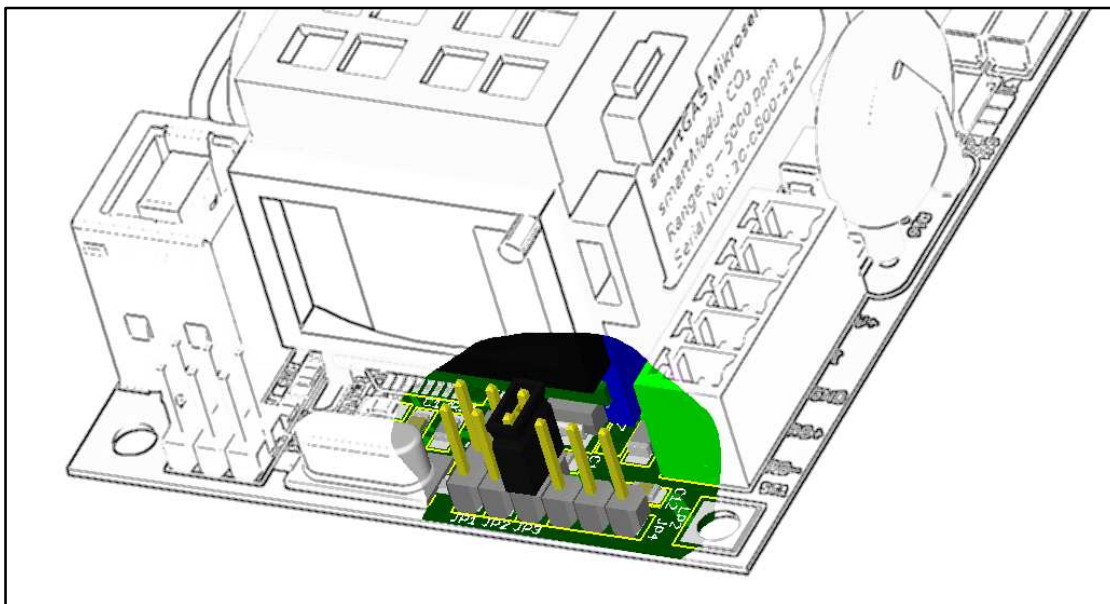

Bild 4: Jumper 3 gesteckt → Bereich des Stromsignals 0-20mA
1. gesteckt ⇔ 0-20mA (**Auslieferungszustand**) – siehe Bild 4;